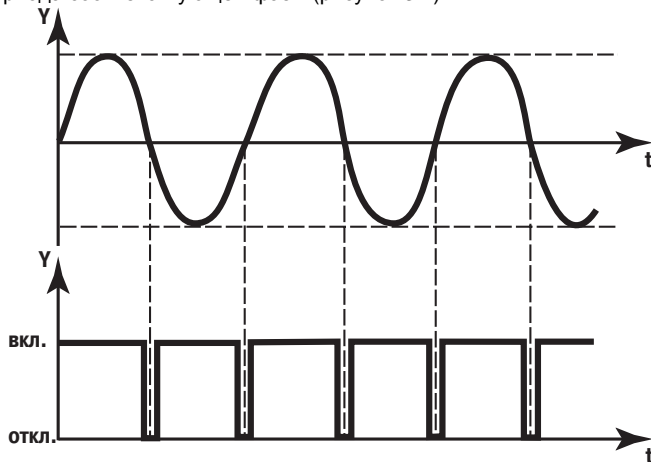

Рисунок 3.4
3.2.1.1 **Устройство контроля перехода через ноль** формирует импульс в начале каждого полупериода соответствующей фазы (рисунок 3.4).